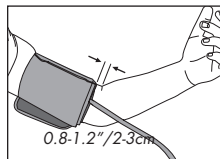

Fig. 5
3. El borde inferior del brazalete debe colocarse aproximadamente una pulgada (2.5 cm) por arriba del codo, Fig 5.